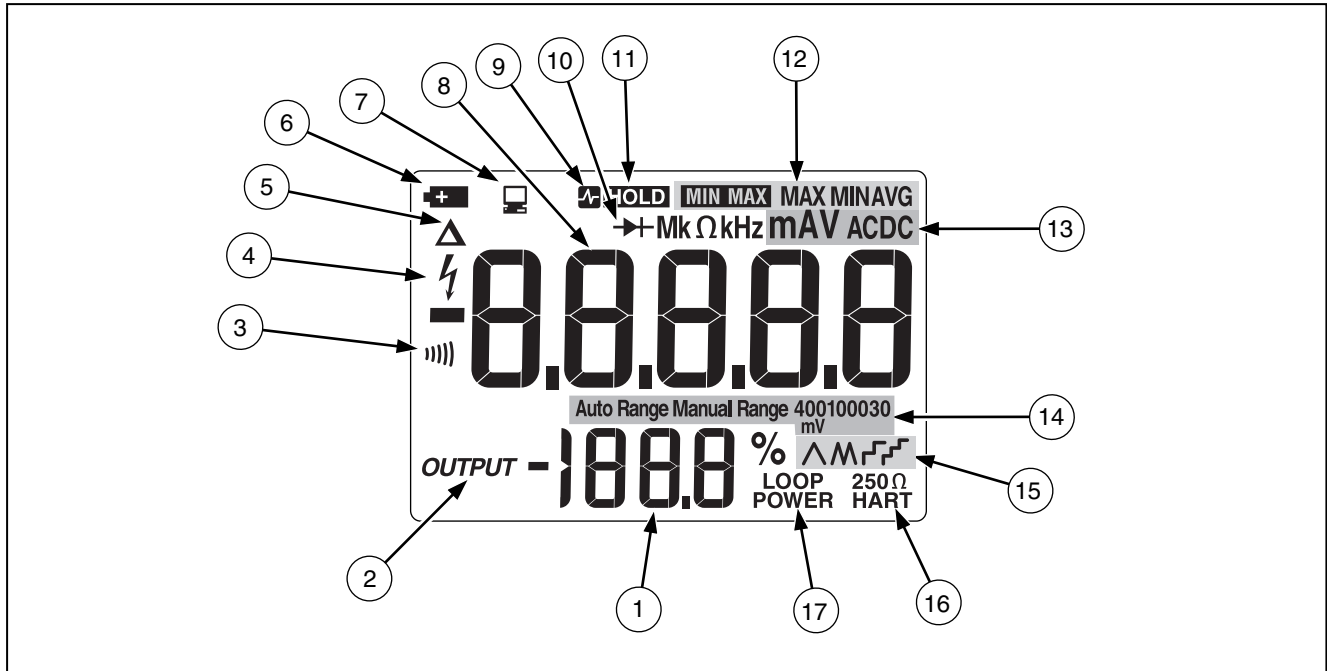

Abbildung 6. Anzeigeelemente
- Abbildung 6 und Tabelle 7 erklären alle Elemente der Anzeige.